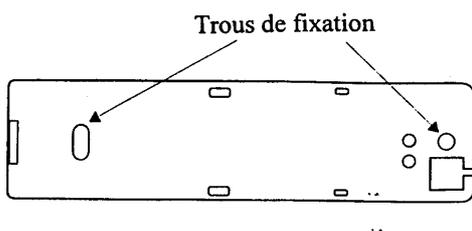

Figure 3 : Trou de fixation
3. Fixer la base du capteur avec 2 vis 'têtes plates' (voir Fig. 3). Si un contact externe est utilisé, passer le câble à ce stade. Voir le chapitre Raccordement Contact Externe.